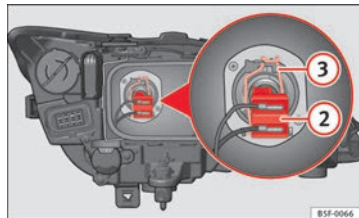

Fig. 134 Luz de cruce
- Extraiga el conector ⇒ fig. 134 ② de la lámpara.
- Desenganche el resorte retentor ⇒ fig. 134 ③ presionándolo hacia dentro y a la derecha.